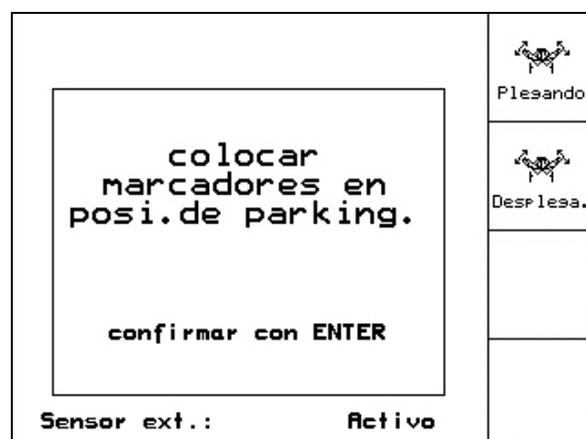

Fig. 73
- ¡Importante! Primero, colocar el disco trazador en la posición de transporte (Fig. 73).**